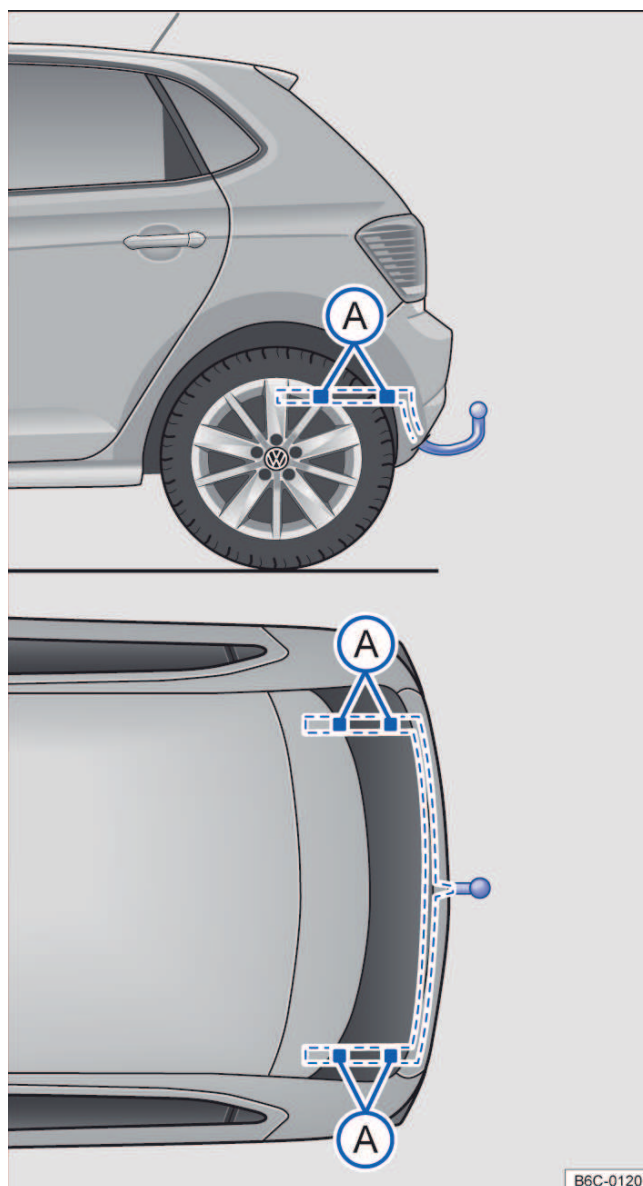

Fig. 122 Pontos de fixação para instalar um dispositivo de reboque posteriormente.
A figura → Fig. 122 ilustra, como exemplo, o ponto de fixação para instalar um dispositivo de reboque do modelo Polo.
A montagem posterior de um dispositivo de reboque deverá ser efetuada de acordo com as instruções do respectivo fabricante do engate, sempre respeitando os pontos de fixação indicados na → Fig. 122 (A).